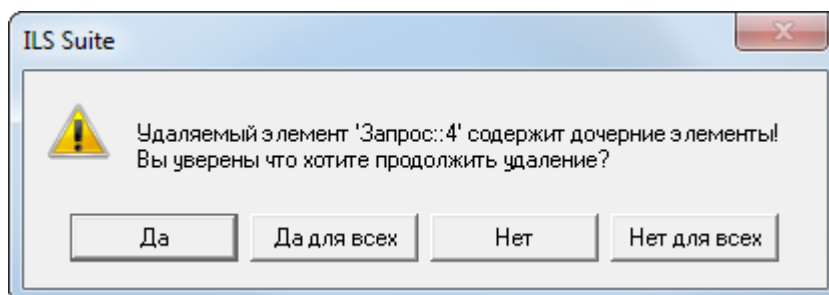

Рис. 7-9 – Сообщение о наличии у запроса дочерних элементов
5) Если удаляемый запрос содержит дочерние элементы, об этом сообщается в новом диалоговом окне (рис. 7-9).